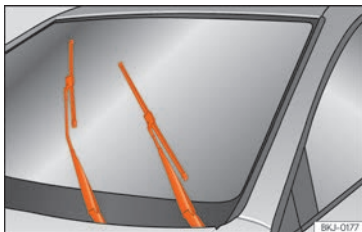

Fig. 80 Limpiaparabrisas en posición de servicio.
- Conecte y desconecte el encendido y a continuación (antes de aproximadamente 9 segundos) desplace la palanca del limpiaparabrisas hacia abajo (barrido breve). Las escobillas se desplazan hasta la posición de servicio »» fig. 80.